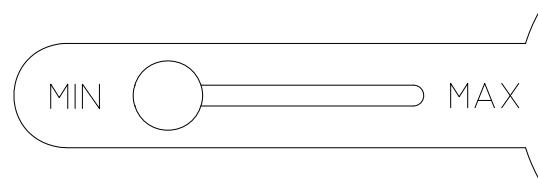

fig. 7
- Per attivare la funzione ANTIGELO, spostare la manopola "A" (fig. 1) (fig. 7) e selezionare la potenza di riscaldamento ruotando la manopola "B".
- To activate *FROST-PROTECTION* function, move knob "A" (fig. 1) (fig. 7) and select the heating power by turning knob "B".
- Pour activer la fonction ANTIGEL, move la molette "A" (fig. 1) (fig. 7) et sélectionner la puissance de chauffage en tournant la molette "B".